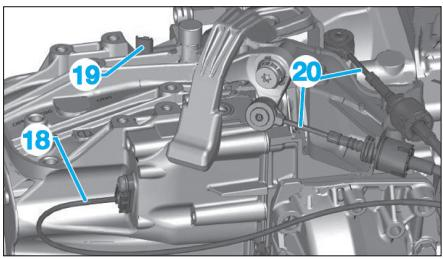

Fig. 70
- le dispositif de marche arrière (18) (**Fig.70**).
- Déconnecter le connecteur (19) du contacteur des feux de recul.
- Désaccoupler et dégrafer les câbles de commande de boîte de vitesses (20).